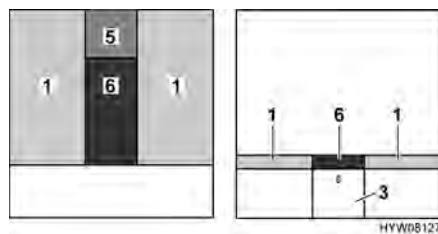

Fig. 76 Dopo la trasformazione
- Posizionare il cuscino aggiuntivo (Fig. 76,5) sul comodino da notte.
- Posizionare il cuscino aggiuntivo (Fig. 76,6) tra i materassi (Fig. 76,1).